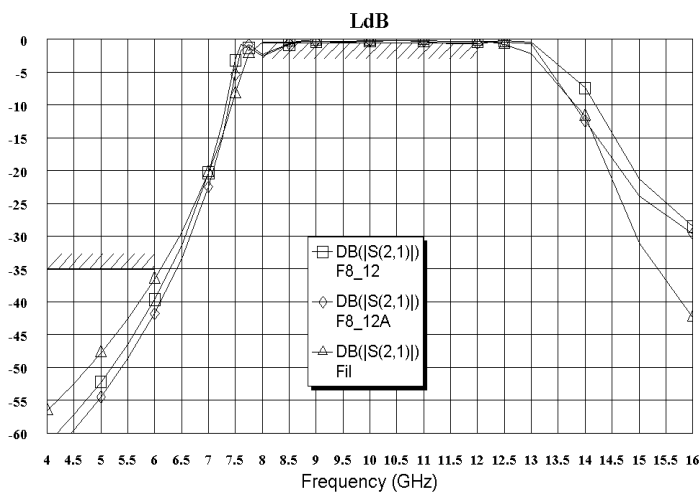

Рис. 3.15
6. Выполните анализ, щёлкнув по значку **Analyze** на панели инструментов. Рассчитанный график показан на рис. 3.15. Ширина по-